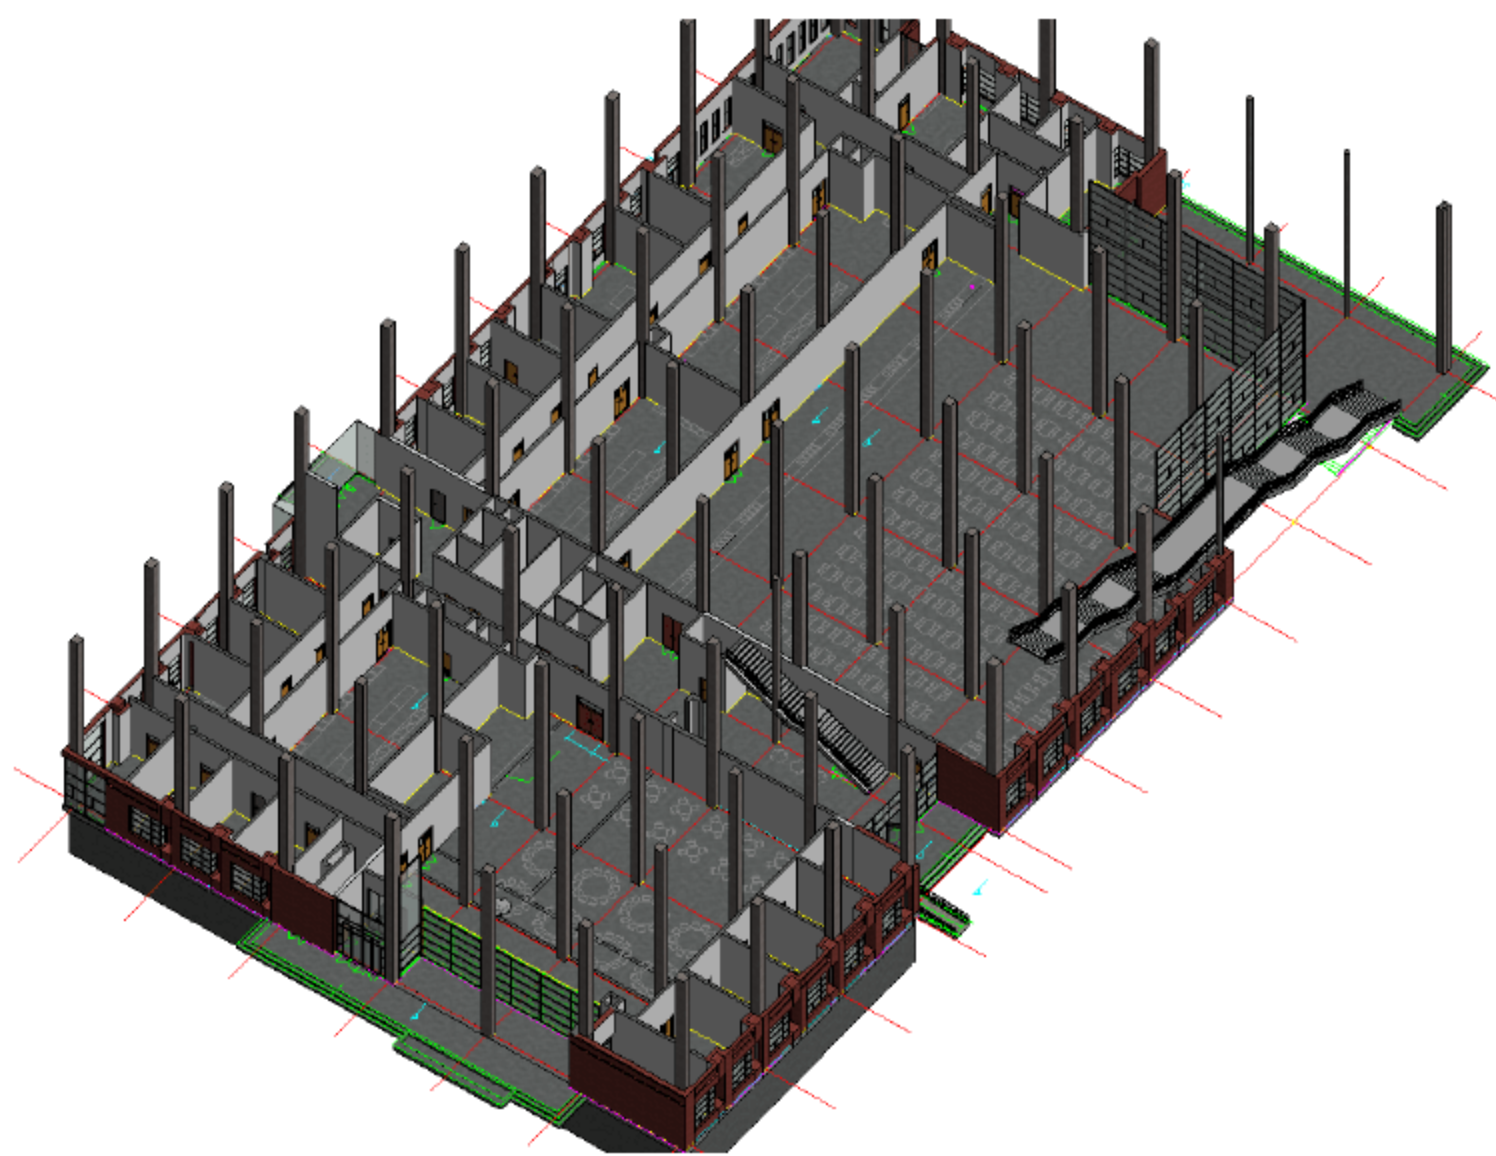

图 10.4.33 门族插完后的三维视图
(11) 完成一层门族的插入。剩下的门族插入方法同上面，这里不再赘述，门族插入完成后，按快捷键 F4 进入三维视图模式，如图 10.4.33 所示。